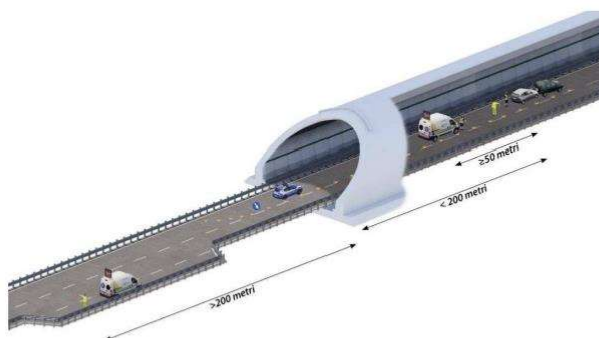

Figura 40: Evento improvviso/direttamente rilevato in galleria in corsia di sorpasso - Primo intervento Viabilità
- la seconda squadra di Viabilità si ripositiona per il presegnalamento sulla base delle indicazioni da parte della sala radio, a una distanza comunque di circa 200/250 metri dal mezzo della Polizia Stradale. L'operatore provvede a impostare sul PMV l'alternanza tra il pittogramma "incidente" e il pittogramma "segnale di corsia chiusa" - coerentemente con la corsia interessata dall'evento - e a sbandierare (cfr. figura 40).